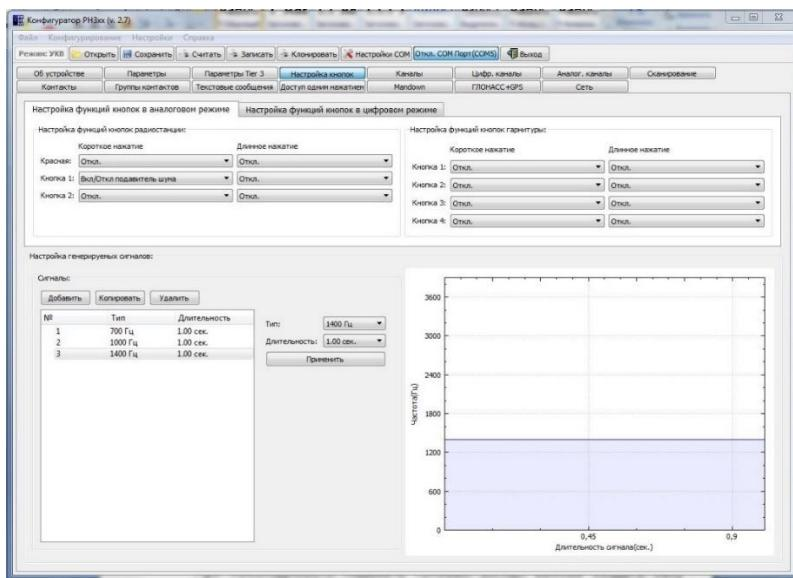

Рисунок 16
A.6.1 Для конфигурирования режимов работы кнопок радиостанции и тангенты/гарнитуры нажать клавишу «Настройка кнопок» (см. рисунок 16).